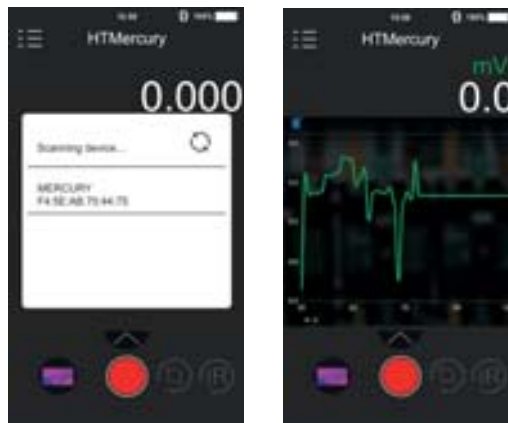

Fig. 48: Comunicazione con APP HTMercury
4. Eseguire la ricerca dello strumento sulla APP (vedere Fig. 48 – parte sinistra)
5. La visualizzazione in tempo reale del segnale in ingresso allo strumento è presente sul dispositivo mobile (vedere Fig. 48 – parte destra) ed è possibile salvare screenshots e attivare/salvare registrazioni dai menu interni dell'APP. E' inoltre possibile salvare screenshots di immagini termografiche e inserire su esse oggetti per analisi avanzata (vedere Fig. 49). Vedere l'Help on line dell'APP per maggiori dettagli